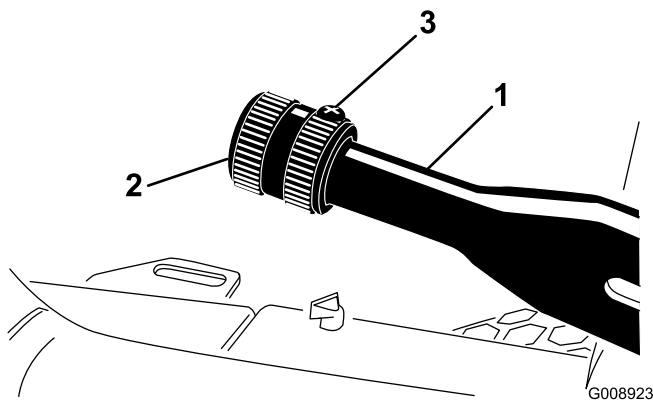

Figura 52
1. Allentate la vite a pressione che fissa la manopola alla leva del freno di stazionamento (Figura 52).